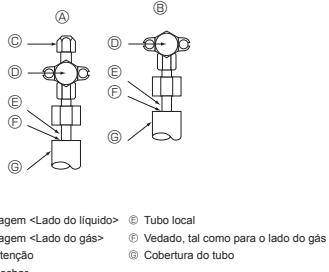

Fig. 5-4
5.4. Teste de vedação ao ar do tubo de refrigerante (Fig. 5-4)
- Adicione pressão às linhas de refrigerante através da porta de serviço C da válvula de retenção do líquido ④.
- Se a pressão diminuir nos passos (2) ou (3), existe uma fuga de gás. Procure descobrir a causa da fuga de gás.